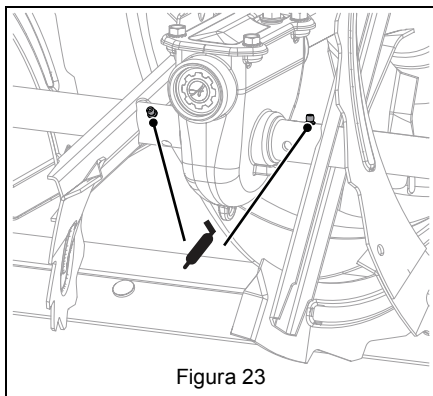

Figura 23
2. Applicare uno strato grasso in corrispondenza del nipplo ingrassatore. Vedere Figura 23.